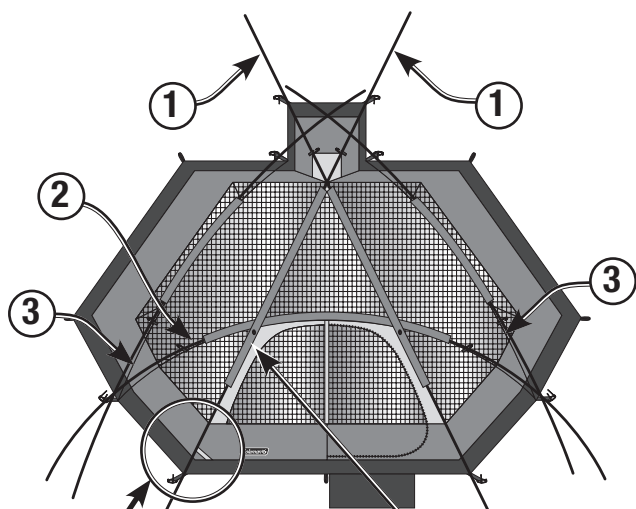

Fig. 1 Pole Sleeve
- Layout and position the tent with door facing desired direction. (Fig. 1)
- Étalez la tente en orientant l'entrée dans la direction désirée. (Fig. 1)